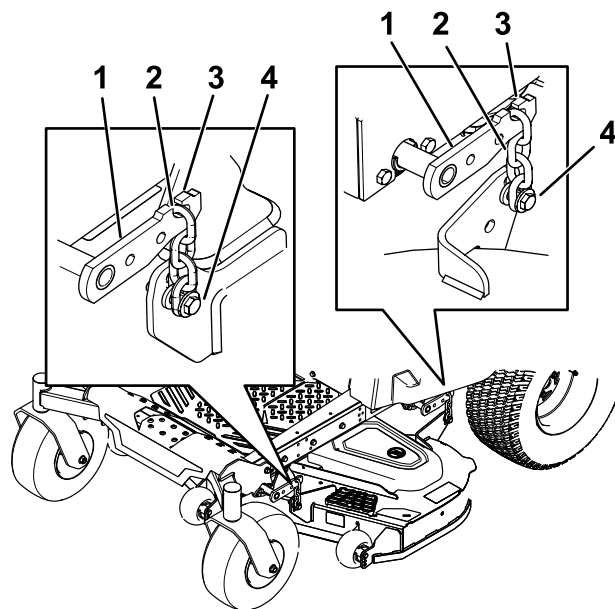

Figure 59
5. Desserrez les boulons de réglage aux quatre coins de sorte que le tablier repose bien sur les quatre cales (Figure 59).
6. Vérifiez que les quatre chaînes sont tendues (Figure 59).
7. Resserrez les quatre boulons de réglage (Figure 59).